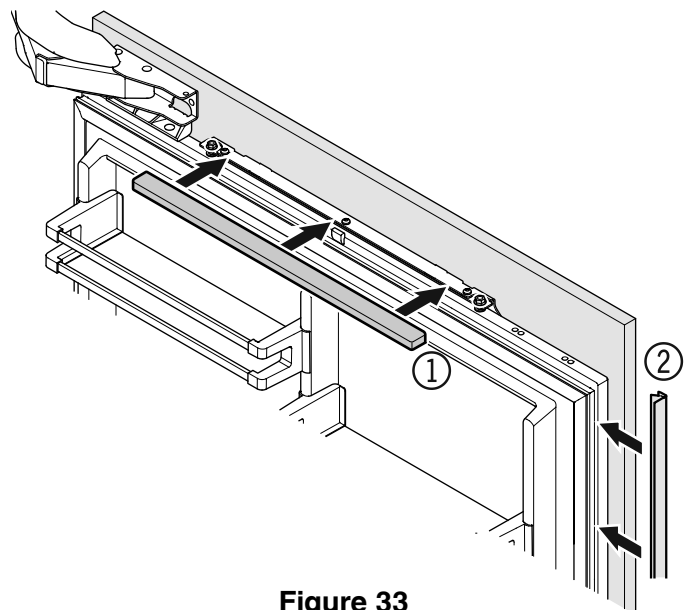

Figure 33
11. Enclencher le cache (1).
Insérer le bourrelet fourni (2) entre la porte et le panneau du réfrigérateur (**Figure 33**).